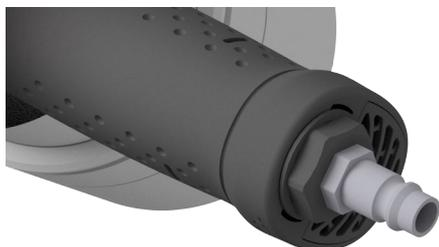

Fig. 12 : raccord d'air comprimé
1. ➤ Nettoyer le raccord d'air comprimé (Fig. 12).